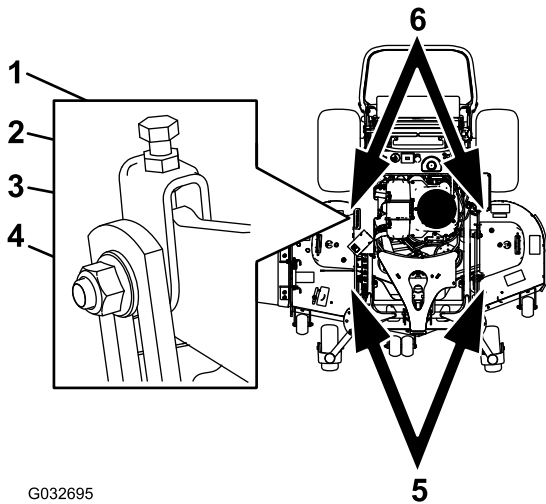

Figure 94
1. Desserrez l'écrou de blocage et l'écrou latéral dans les chapes que vous voulez régler (Figure 94).
5. Si la mesure n'est pas correcte, localisez les 2 chapes avant sur la machine (Figure 94).
2. Tournez le boulon supérieur de ces chapes pour régler la hauteur du tablier de coupe (Figure 94).